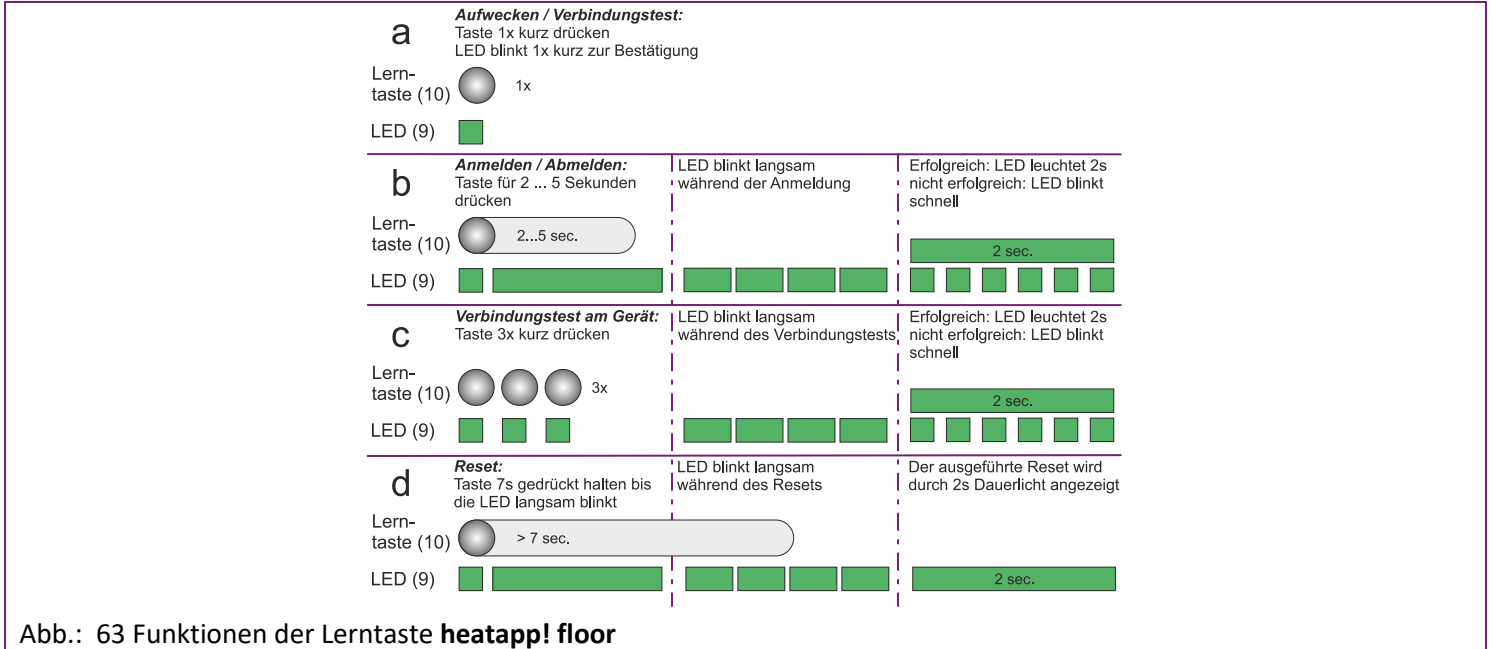

Abb.: 63 Funktionen der Lerntaste **heatapp! floor**
3. Drücken Sie die Lerntaste (10) ein Mal (siehe auch Abb. 63 „Funktionen der Lerntaste **heatapp! floor** ", Zeile "a").
Mit dem Reset wird das Gerät auf die Werkseinstellung zurückgesetzt. Drücken Sie hierfür die Lerntaste (10) für 7 Sek. bis die LED blinkt (Siehe auch Abb. 63 „Funktionen der Lerntaste **heatapp! floor**“, Zeile "d").